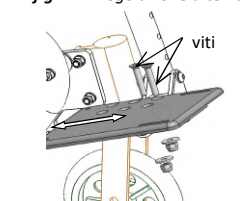

fig. 7.3: Regolazione profondità
• Regolazione profondità del poggiatesta (fig. 7.3):